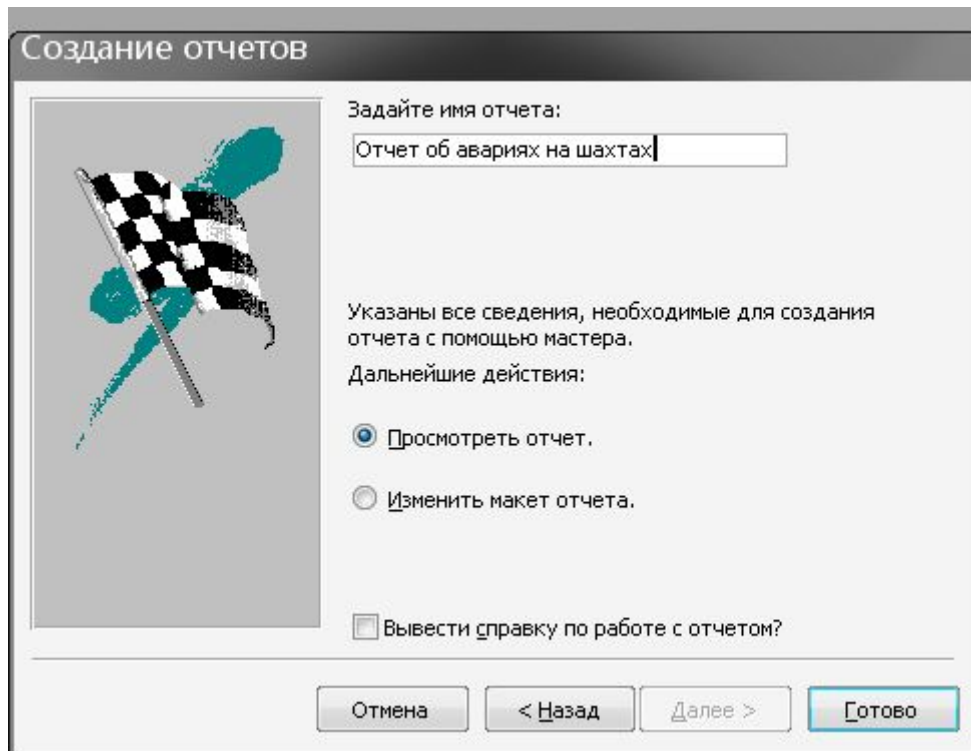

Рис. 2.27
9. З'явиться вікно (рис. 2.27), у якому необхідно задати ім'я звіту, а потім клацнути по кнопці **Готово**.